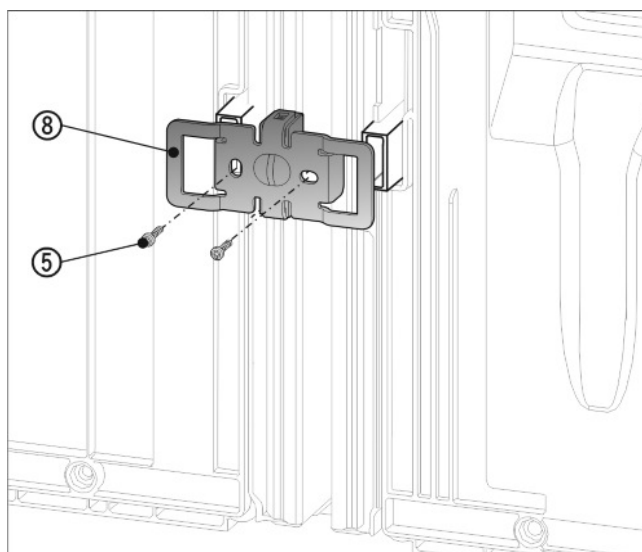

Fig. 12
- ▶ Schuif het hoekstuk Fig. 12 (8) opnieuw met de uitsparingen over de opname voor de wandafstandhouder.
- ▶ Met 2 schroeven Fig. 12 (5) vast aandraaien.